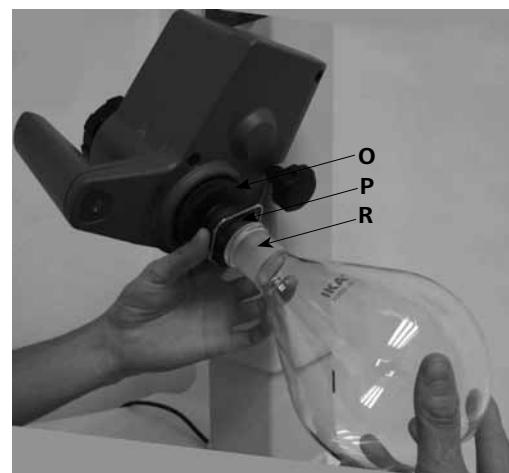

Fig.15
- Наденьте испарительную колбу (**R**) на паровую трубку. (Fig. 15)